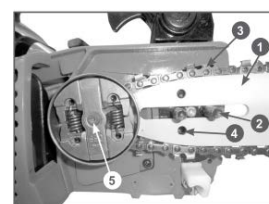

Рис. 3 Установка шины и цепи
4. Установите направляющую шину (1) на шпильки (2) как показано на Рис. 3 и сдвиньте ее в сторону муфты сцепления (5) для облегчения установки пильной цепи.
5. Установите пильную цепь на направляющую шину так, как показано на Рис.3. При установке цепи следите за тем, чтобы режущая кромка зуба (3) была расположена вперед по ходу движения цепи, т.е. по часовой стрелке.